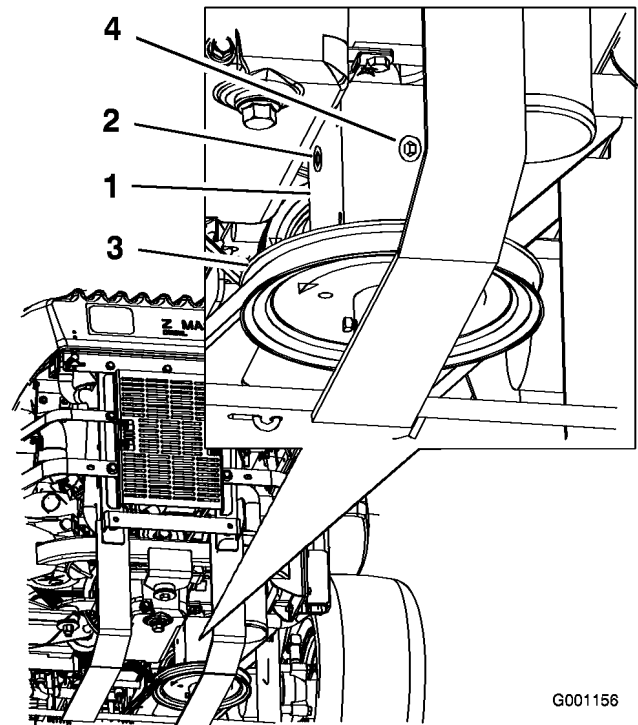

Bild 52
4. Nehmen Sie die Prüfschraube an der Seite oder hinten am Getriebe ab. (Bild 52).